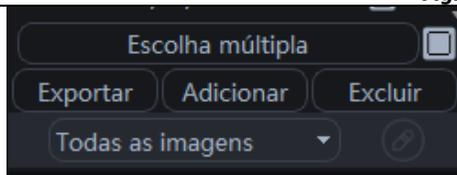
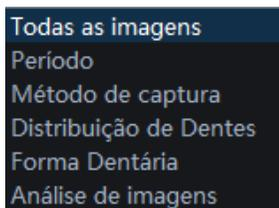

Fig. 47
Fig. 48
k. No canto inferior esquerdo, é possível fazer uma escolha múltipla de imagens (Fig. 47). Também é possível aplicar um filtro por período, método de captura, distribuição de dentes, forma dentária ou análise de imagens (Fig. 48).